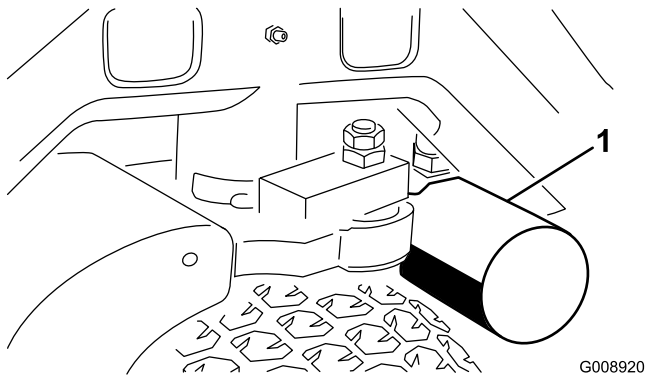
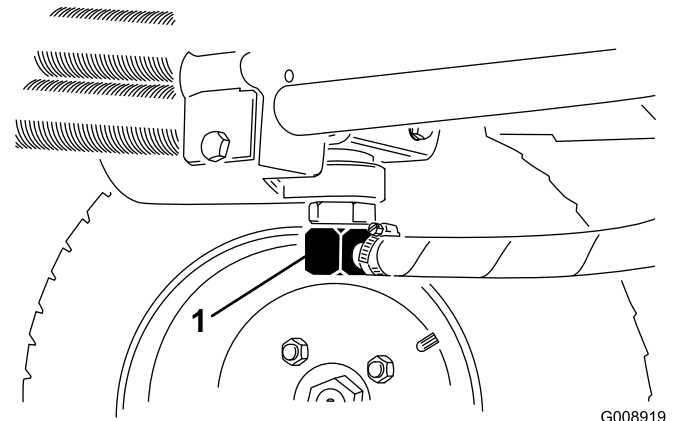

Figura 58
Figura 59
- Limpie la zona de montaje del filtro. Coloque un recipiente debajo del filtro (Figura 58) y retire el filtro.
2. Desconecte el tubo hidráulico (Figura 59) o retire el filtro hidráulico (Figura 58) y deje fluir el aceite hidráulico en un recipiente apropiado. Vuelva a colocar el tubo cuando el aceite hidráulico se haya drenado.